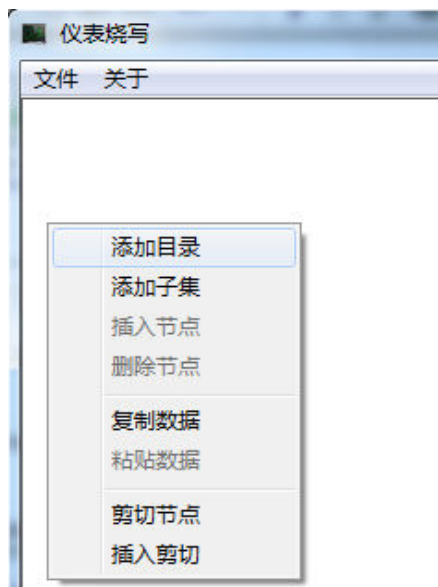
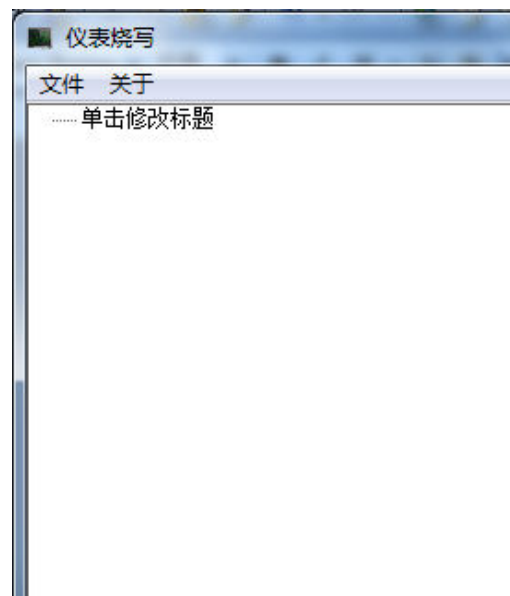

图 4
图 5
3. 在结构树编辑框中右键，选择 **添加目录 创建根目录**，见图 4，创建后见图 5。